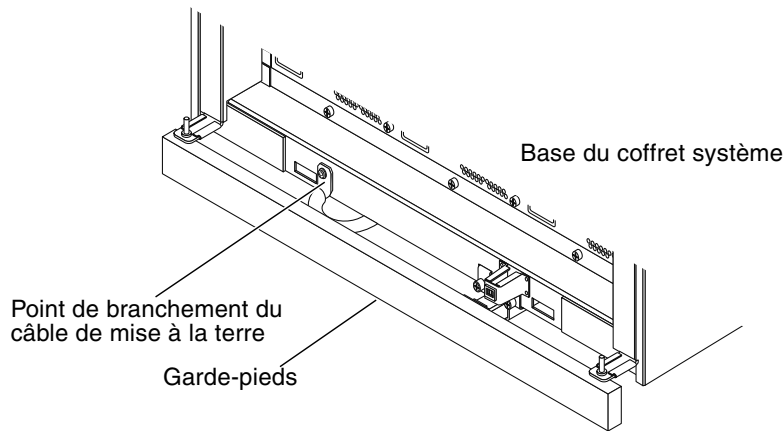

FIGURE 2-4 Point de branchement du câble de mise à la terre sur le coffret du système
3. Branchez le câble de mise à la terre au système, derrière le garde-pieds situé au bas du cadre, comme illustré dans la FIGURE 2-4.